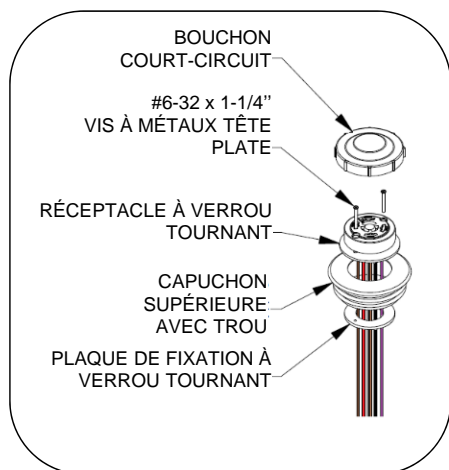

Fig. 4 – Installer le réceptacle à verrou tournant sur le capuchon supérieur
6. Installer le capuchon supérieur sur le pôle (expédié avec le pôle). Si l'unité est équipée d'une embase à verrou tournant, assembler l'embase et le capuchon supérieur tel qu'illustré sur la Fig. 4 et brancher le câblage avant d'installer le capuchon supérieur. Installez fourni bouchon court-circuit ou de contrôle photo-électrique.